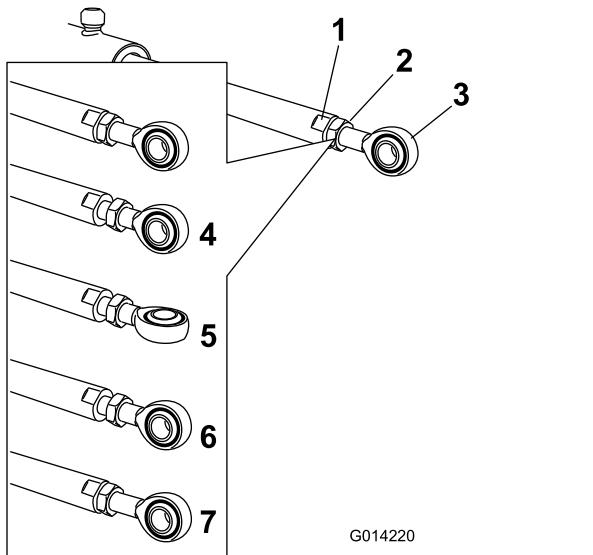

Figura 94
4. Coloque una llave plana sobre las zonas planas del émbolo del actuador para inmovilizarlo, luego afloje la contratuerca para manipular la varilla de ojal (Figura 94).
5. Gire la varilla de ojal en el émbolo del actuador para acortar o alargar el actuador extendido a la posición deseada (Figura 94).